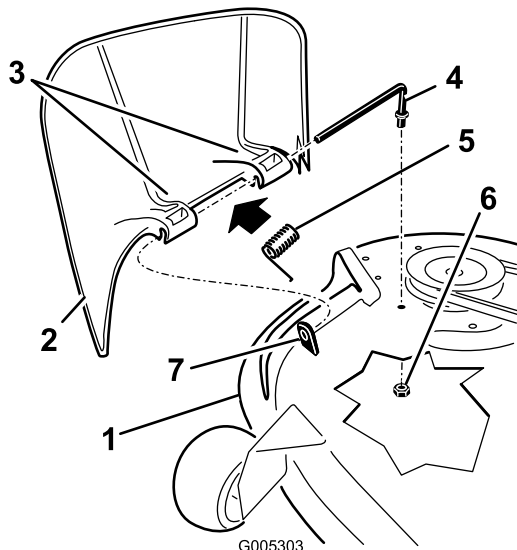

Bild 55
- Machen Sie die in Bild 55 gezeigten Teile ausfindig.
- Nehmen Sie die Mutter (3/8 Zoll) aus der Stange unter dem Mähwerk ab (Bild 55).
- Schieben Sie die Stange aus dem kurzen Vorsprung, der Feder und dem Ablenkblech (Bild 55). Entfernen Sie defekte oder abgenutzte Ablenkbleche.
- Montieren Sie das Ablenkblech (Bild 55).
- Setzen Sie die Feder mit den Enddrähten nach unten auf die Stange, zwischen die Ablenkblechhalterungen. Schieben Sie die Stange durch die zweite Halterung am Grasablenkblech (Bild 55).
- Schieben Sie die Stange vorne am Ablenkblech in den kurzen Vorsprung am Mähwerk. Befestigen Sie das hintere Stangenende mit einer Mutter (3/8 Zoll) am Mähwerk (Bild 55).